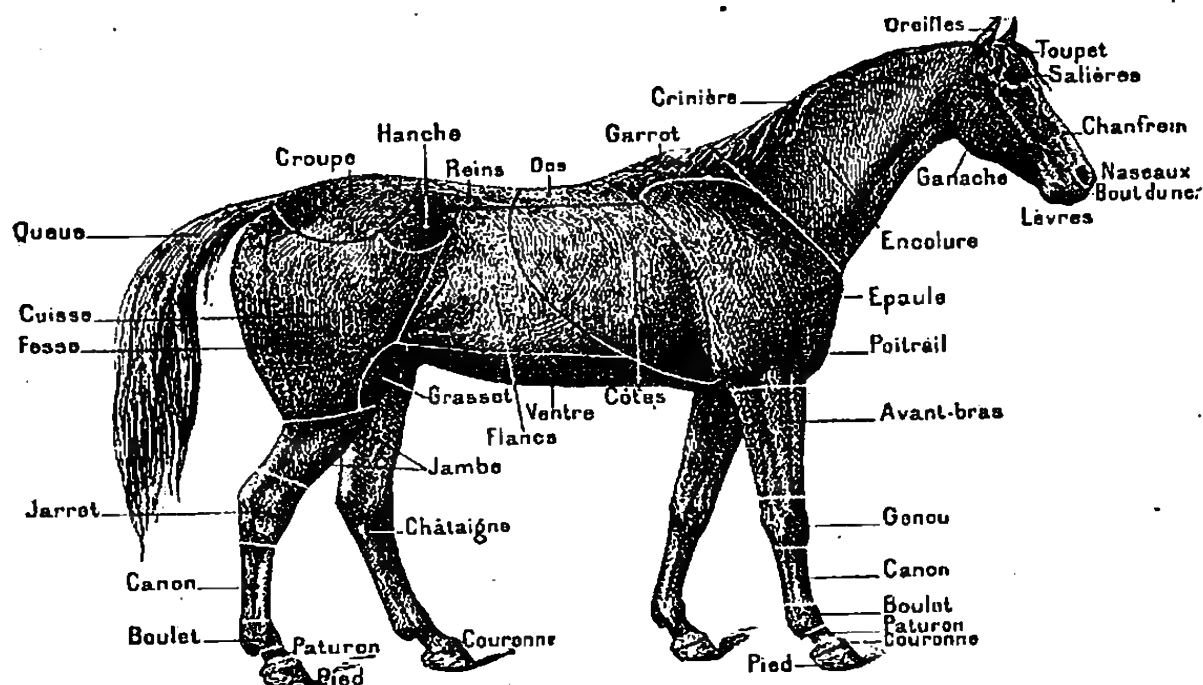

Fig. 439. — Le cheval (détails anatomiques).
2. Le cheval. — Le cheval (fig. 439) est un *mammifère herbivore* à *estomac simple*, dont le pied n'a qu'un sabot (Voir 29^e leçon). Le cheval